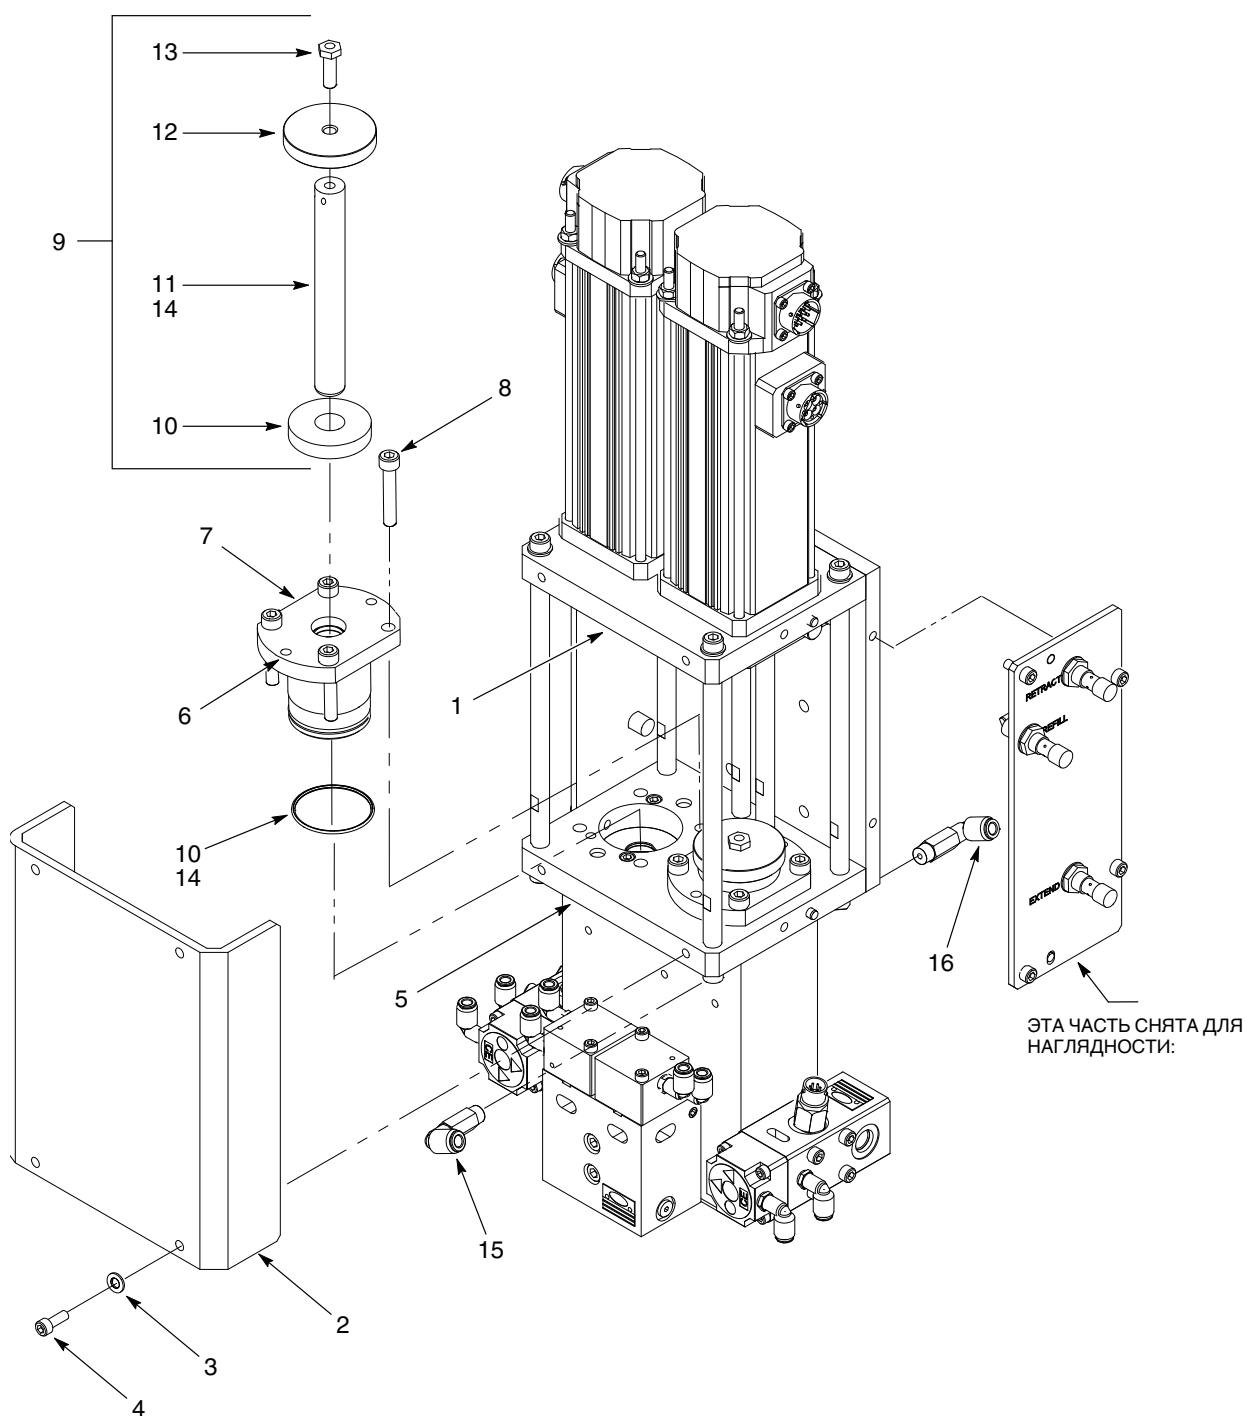

Рис. 10 Ремонт узла плунжера и сальника
2. См. рис. 10. Вывернуть винты (4) с шайбами (3) крепления кожуха (2) к узлу линейного привода (1) и фланцу корпуса (5).
3. **только для сальника ARW:** При необходимости отсоединить пневмошланг. Вывернуть фитинги впускного (15) и выпускного (16) портов сальника.
4. Вывернуть винты (8) крепления узла сальника (7) к фланцу корпуса (5). Если не удастся снять узел сальника с фланца корпуса, выполнить следующее:
- a. Ввернуть два винта (8) в резьбовые отверстия (6) узла сальника.
5. Снять уплотнительное кольцо (10) с узла сальника (7). Выбросить уплотнительное кольцо.
6. Воспользовавшись дорновым прессом, выпрессовать узел плунжера (9) из узла сальника (7).
7. Разобрать узел плунжера (9):
- a. Снять амортизатор плунжера (10) с плунжера (11).
- b. Вставить головку штифтового ключа в отверстие плунжера. Вывернуть винт (13) крепления диска бесконтактного датчика (12) к плунжеру.
1. См. рис. 10. Покрыть уплотнительное кольцо (10) и внутреннюю окружность узла сальника (9) смазкой TFE (14).
2. Собрать узел плунжера (9):
- a. Поставить диск бесконтактного датчика (12) на плунжер (11).
- b. Ввернуть винт (13) в плунжер. Вставить головку штифтового ключа в отверстие плунжера и затянуть винт моментом 13,5 Н•м (10 фут-фунтов).
- c. Установить амортизатор (10) на плунжер. Убедиться, что амортизатор плунжера касается диска бесконтактного датчика.
- d. Нанести соответствующую смазку (14) на шток плунжера.
3. Воспользовавшись дорновым прессом, запрессовать узел плунжера (9) в узел сальника (7).
4. Смонтировать узел сальника (7) на фланце корпуса (5), используя винты (8). Затянуть винты по диагонали моментом 13,5 Н•м (10 фут-фунтов).
5. **только для сальника ARW:** При необходимости присоединить пневмошланг. Поставить фитинги впускного (15) и выпускного (16) портов сальника.
6. Смонтировать кожух (2) на узле линейного привода (1) и фланце корпуса (5), используя стопорные шайбы (3) и винты (4). Надежно затянуть винты.